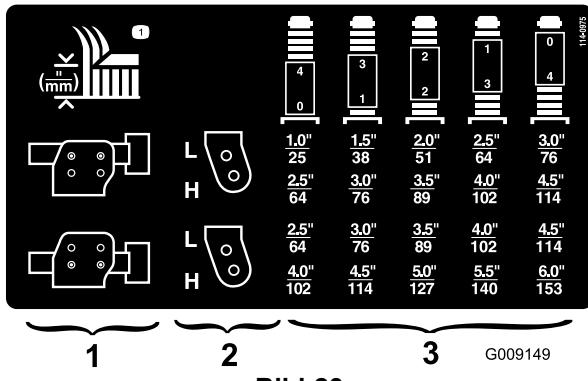

Bild 23
2. Stecken Sie die Laufradachsen in allen Gabeln in die gleichen Löcher. Die richtigen Löcher für die jeweilige Einstellung finden Sie in der Tabelle (Bild 23).
Sie finden Die richtige Kombination der Distanzstücke für die jeweilige Einstellung in der Tabelle (Bild 23):